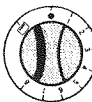

fig. 5
- Lorsque le four ne fonctionne pas veillez à laisser la manette en position «fermé» (repère) (fig. 5).
- Placez la manette du robinet four sur la position «Grilloir» (Fig. 5)